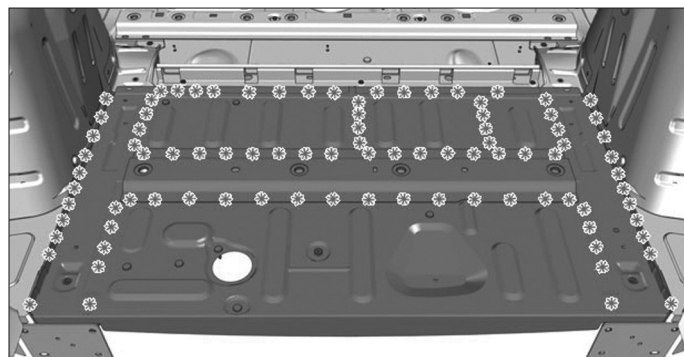

FIG. 208
- Fraiser les points de soudure (Fig.208).